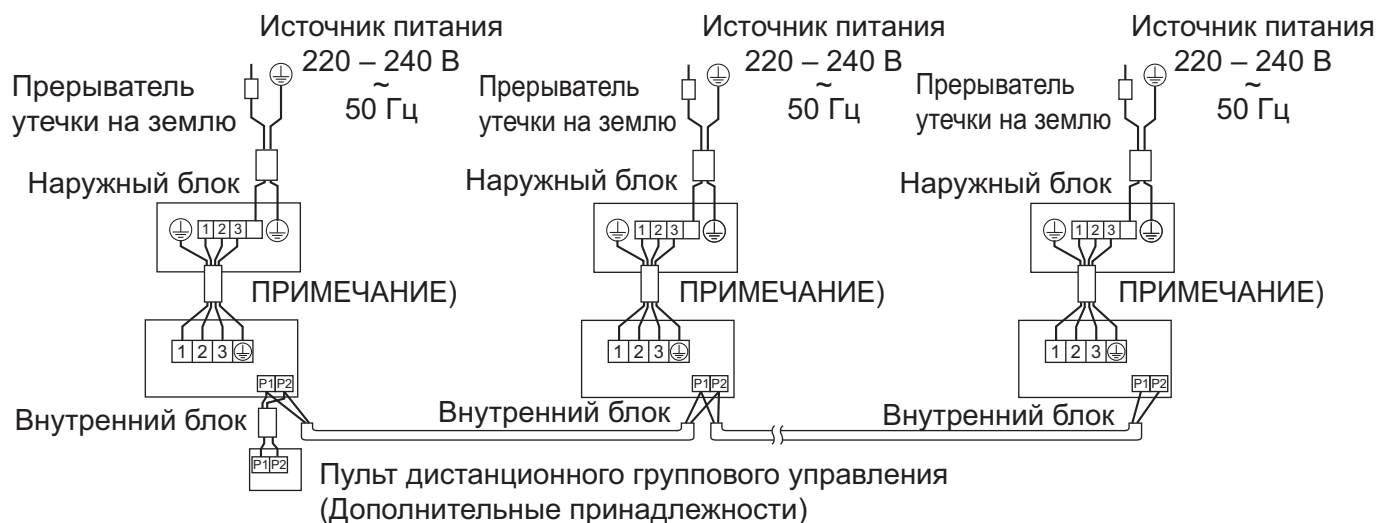

Рис. 42
(Все внутренние блоки функционируют по командам пульта дистанционного управления). (См. рис. 42)
- (1) Снимите крышку блока управления.
- (2) Подключите проводку моста между контактами (P1, P2) внутри блока управления для пульта дистанционного управления. (Полярность отсутствует.) (См. рис. 42 и таблицу 2.)